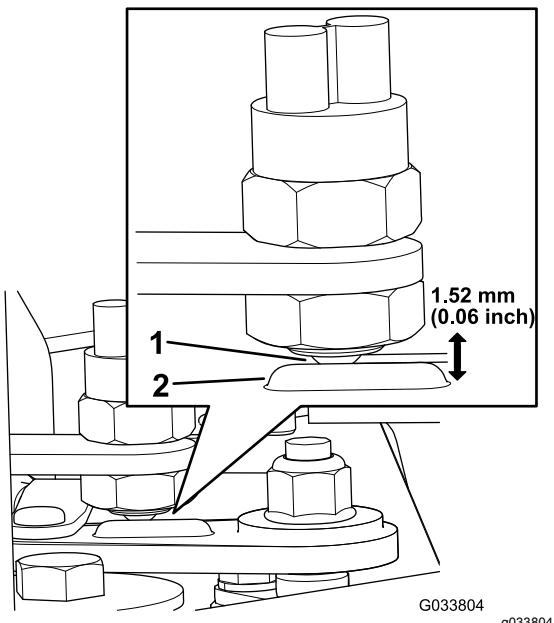

Figura 5
2. Certifique-se de que o interruptor esférico fica à frente da bossa na alavanca das mudanças (Figura 5).
3. Ajuste a profundidade do interruptor esférico com um espaço de 1,52 mm entre a bossa da alavanca das mudanças e a superfície do interruptor esférico (Figura 5).